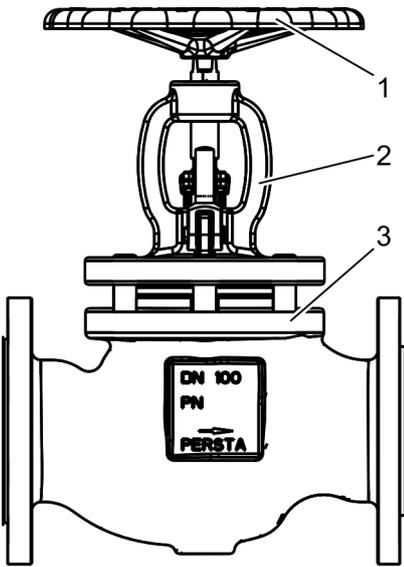

Fig. 27: accionamiento del volante
6. ▶ Accione el volante (Fig. 27/1) en el sentido de cierre ("Shut").
⇒ El bonete (Fig. 27/2) sube separándose del cuerpo de la válvula (Fig. 27/3).
7. ▶ Posicione dos distanciadores de igual altura uno frente a otro entre el cuerpo de la válvula (Fig. 27/3) y el bonete (Fig. 27/2).
8. ▶ Accione el volante (Fig. 27/1) en el sentido de apertura ("Open").
⇒ El bonete (Fig. 27/2) baja hasta los distanciadores.
9. ▶ Asegúrese de que el bonete (Fig. 27/2) apoyado sobre los distanciadores quede paralelo al cuerpo de la válvula (Fig. 27/3).
10. ▶ Accione el volante (Fig. 27/1) en el sentido de apertura.